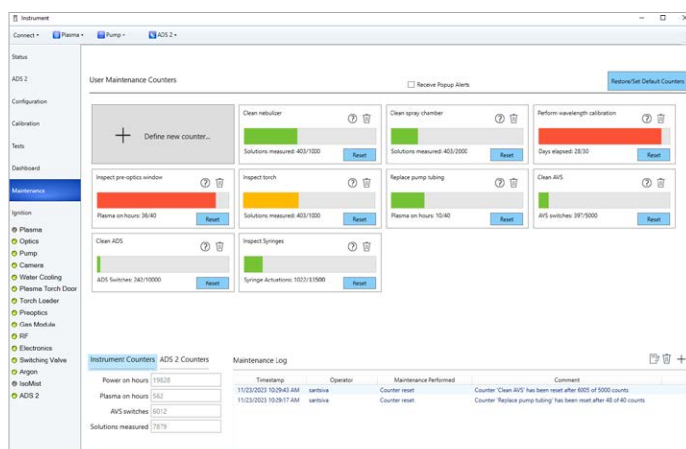

图 4. 具有集成式维护日志的早期维护反馈功能有助于妥善维护仪器，减少意外停机，并确保持续获得始终如一的高质量结果
- EMF 功能会向用户推送仪器常规维护提醒，以使用户及时开展相应的维护工作，避免因维护不及时而影响分析准确性（图 4）